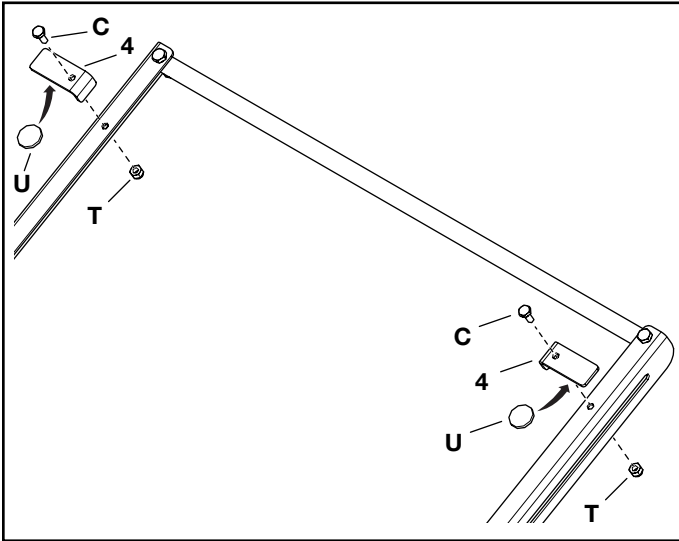

FIGURE 11
STEP 11: (SEE FIGURE 11)
- Peel the adhesive backing off of the rubber bumpers (U) and adhere a bumper (U) to the underside of each of the two pivot catches (4).
- Attach the pivot catches (4) to the hopper bag assembly using 1/4-20 x 5/8 GR5 hex bolts (C) and 1/4-20 Nylock hex nuts (T).
(VOIR LA FIGURE11) Décollez le dos adhésif des pare-chocs en caoutchouc (U) et collez un pare-chocs (U) sur la face inférieure de chacun des deux loquets à pivot (4). Fixez les loquets à pivot (4) à l'ensemble du sac de la trémie à l'aide de boulons hexagonaux 1/4-20 x 5/8 GR5 (C) et d'écrous hexagonaux 1/4-20 Nylock (T).